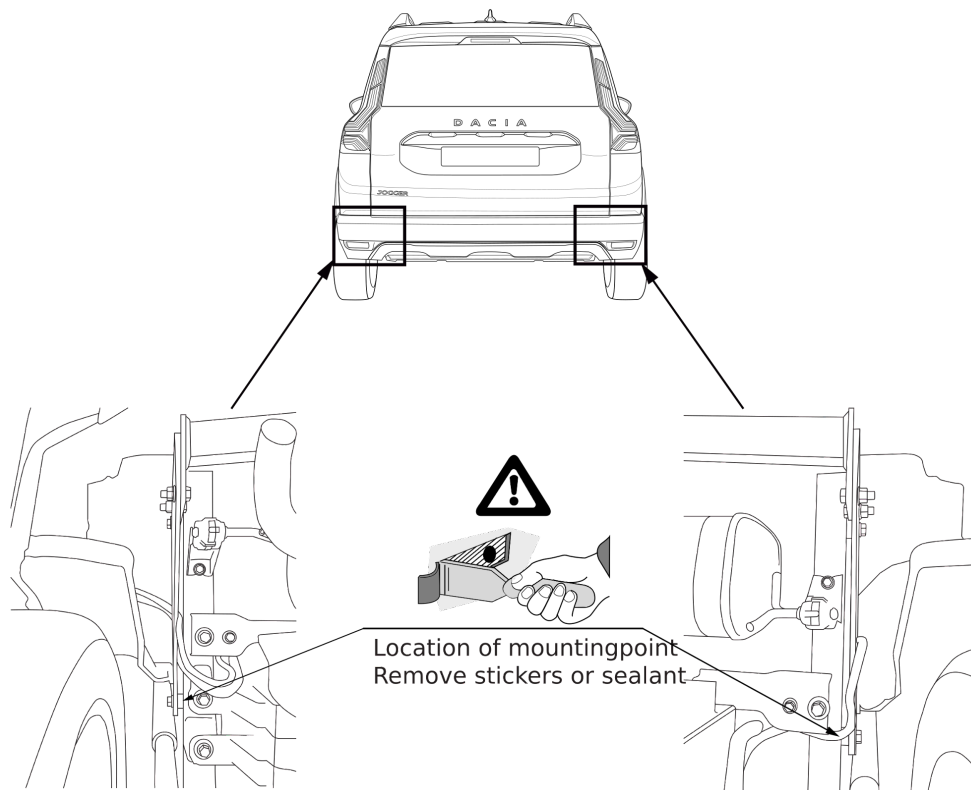

Fig. 1
1. По мере необходимости, удалить наклейки на местах крепления. См. рисунок 1.
4. Отпилить обозначенные части, как указано на рис. 1.